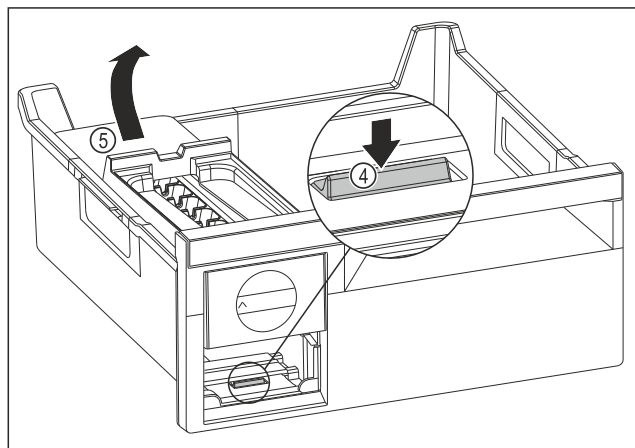

Fig. 87
- ▶ Extraer el cuerpo del EasyTwist-Ice: Presionar la lengüeta Fig. 87 (4) con los dedos hacia abajo subiendo al mismo tiempo por detrás con la otra mano el cuerpo del EasyTwist-Ice Fig. 87 (5).